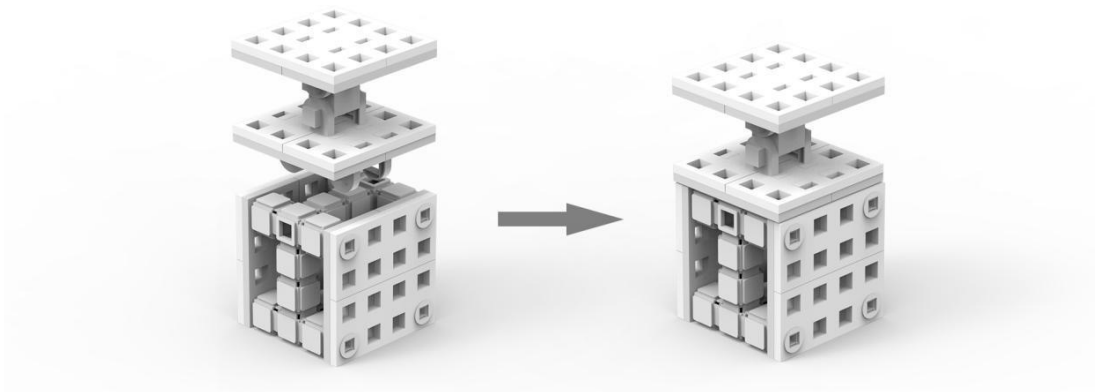

图 10 安装示意图
4.6.2 在产品工装区内，将相同种类的底座和顶盖零件装配在一起，装配一个成品记 10 分，合格的装配方式如图 10。